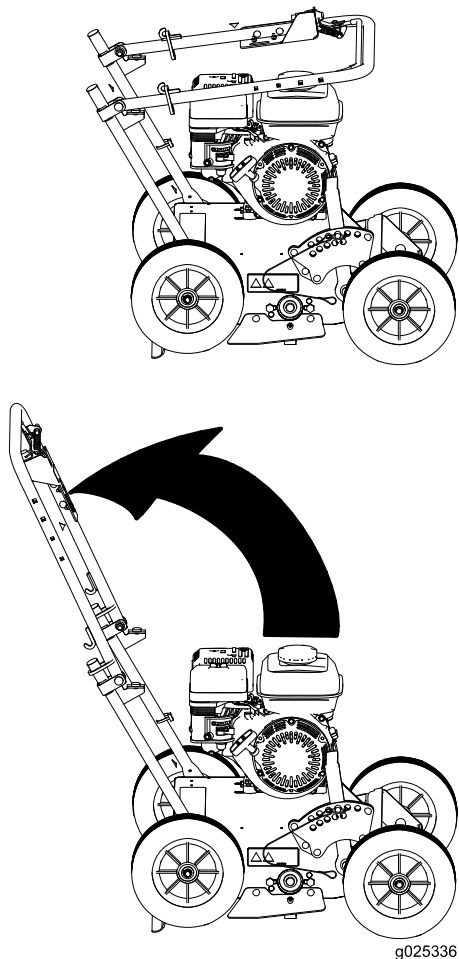

Figure 4
1. Relevez le guidon en position d'utilisation (Figure 4).
2. Descendez sur la partie inférieure du guidon les anneaux de blocage ovales situés de chaque côté de la partie supérieure pour verrouiller les deux parties ensemble (Figure 4).